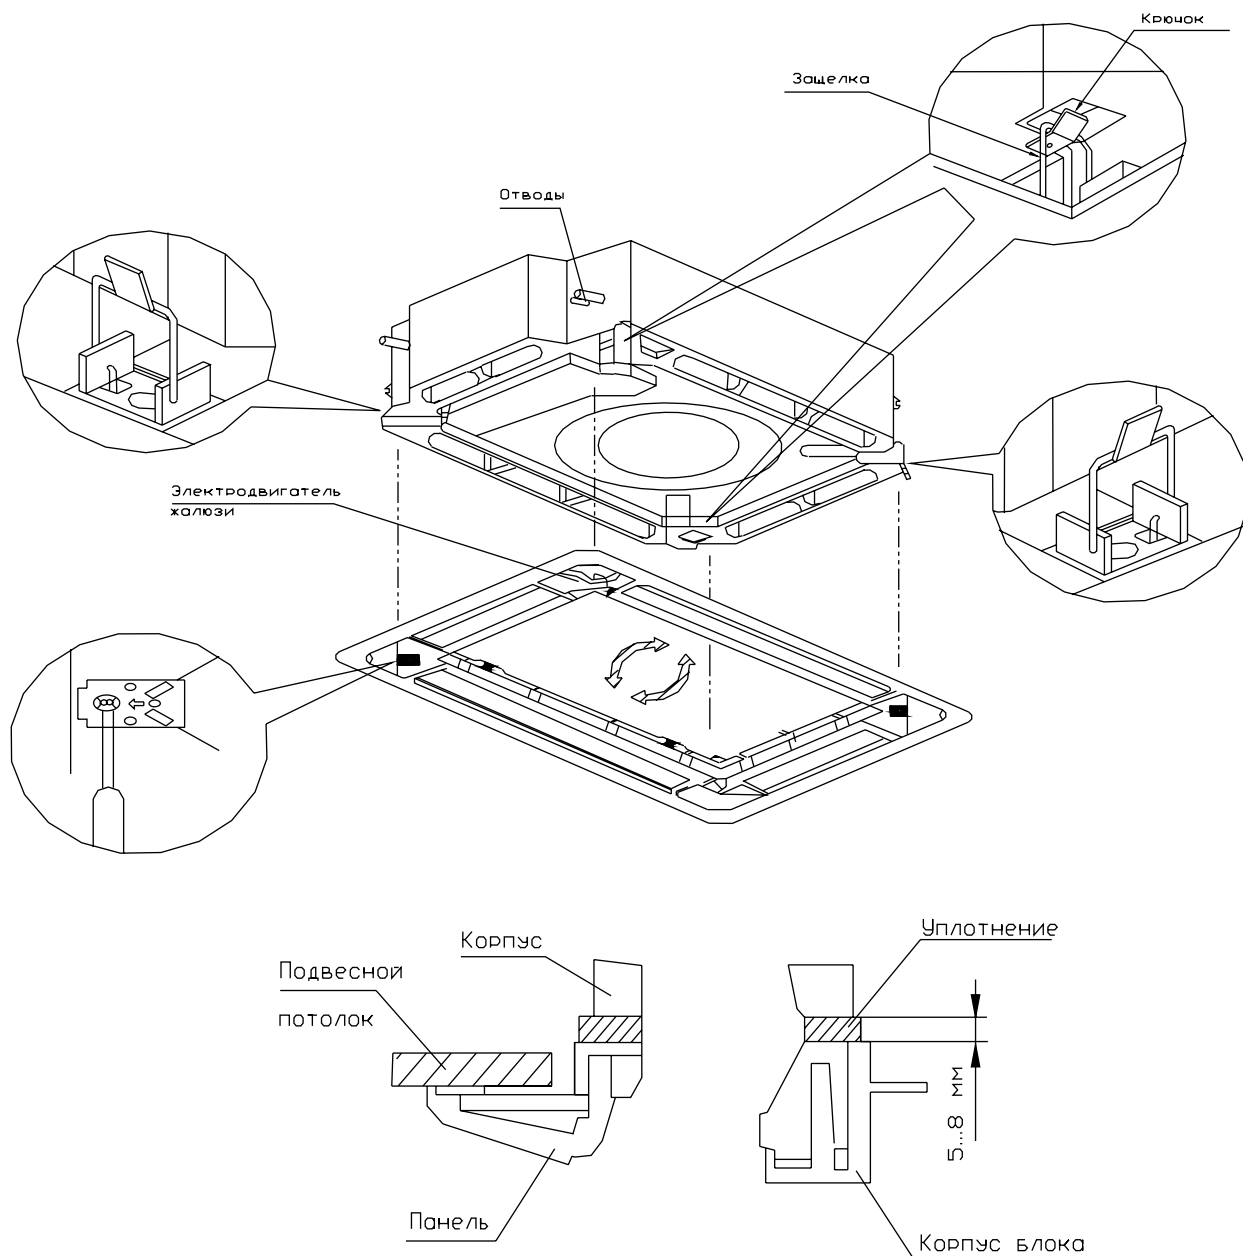

Рисунок 6.9 — Установка панели
- Установите панель на корпус внутреннего блока, при этом электродвигатель поворотных жалюзи должен быть напротив отводов соединительного межблочного трубопровода внутреннего блока (см. рисунок 6.9).
- Затягивайте винты до тех пор, пока толщина уплотнительного материала между панелью и внутренним блоком не уменьшится до 5-8 мм (рис.6.9).